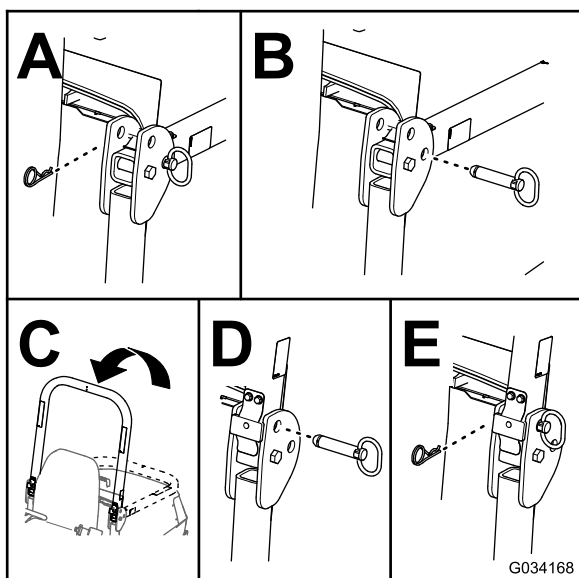

Figure 34
2. Retirez les goupilles fendues et les axes de l'arceau de sécurité (Figure 34).
3. Relevez l'arceau de sécurité et fixez-le en position avec les axes et les goupilles fendues (Figure 34).